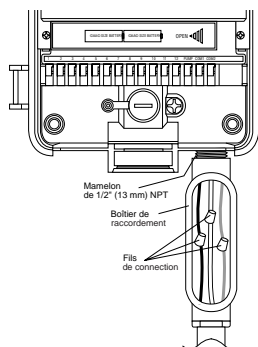

FIGURE 21 : Câblage à l'aide d'une boîte de raccordement
- Raccordez les fils d'alimentation sur les fils provenant du programmeur. Vérifiez que le fil de terre (généralement le fil à gaine verte ou le conducteur en cuivre nu) soit raccordé au fil à gaine verte du programmeur. Le fil vert doit obligatoirement être raccordé ! Raccordez les autres fils en respectant les normes [voir la figure 21].